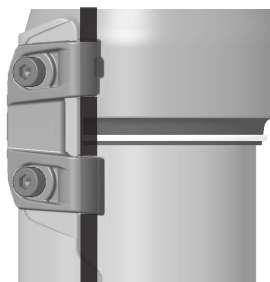
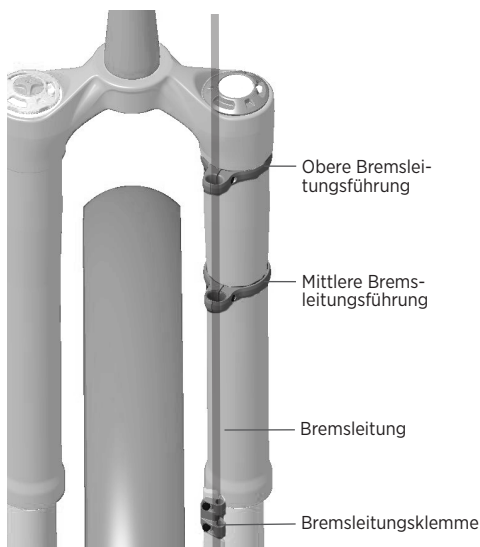

Abb. 13: Schrauben der Bremsleitungsklemme montieren
Abb. 14: Gesamtansicht der Bremsleitungverlegung durch die Bremsleitungsführungen und in den Mast
2. Die Bremsleitung bzw. die Zughülle für die vordere Scheibenbremse an der Innenseite des linken unteren Gabelrohrs entlangführen. Anschließend die Bremsleitung in die Öffnung der Bremsleitungsklemme einführen (Abb. 13). Die Bremsleitung muss auf der Innenseite ausreichend lang sein, damit das obere Gabelrohr beim Einfedern der Gabel nicht mit der Bremsleitung in Kontakt kommt (Abb. 14). Mit einem 2,5-mm-Innensechskantschlüssel die beiden Schrauben der Bremsleitungsklemme nur lose einschrauben, da in einem späteren Schritt weitere Einstellungen erforderlich sind.